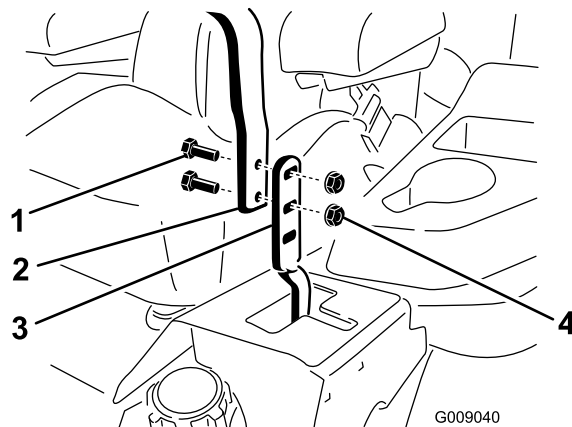

Figura 62
3. Desaperte os parafusos e as porcas flangeadas instalados nas alavancas (Figura 62).